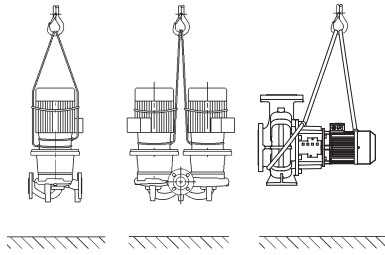

Fig. 6: Transport pumpe
- Transportne ušice na motoru pritom služe samo za vođenje pri hvatu tereta (Fig. 6).